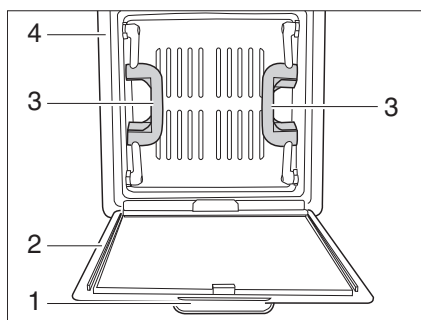

Fig. 44 Claraboya con cierre de resorte (variante 2)
- Empujar hacia abajo la protección contra insectos (Fig. 44,2) mediante el tirador (Fig. 44,1). La protección contra insectos se pliega hacia abajo.
- Presionar hacia arriba la claraboya mediante los dos tiradores (Fig. 44,3).
- Plegar hacia arriba la protección contra insectos y engatillarla en el marco (Fig. 44,4).
- Presionar con fuerza hacia abajo la claraboya mediante los dos tiradores (Fig. 44,3).